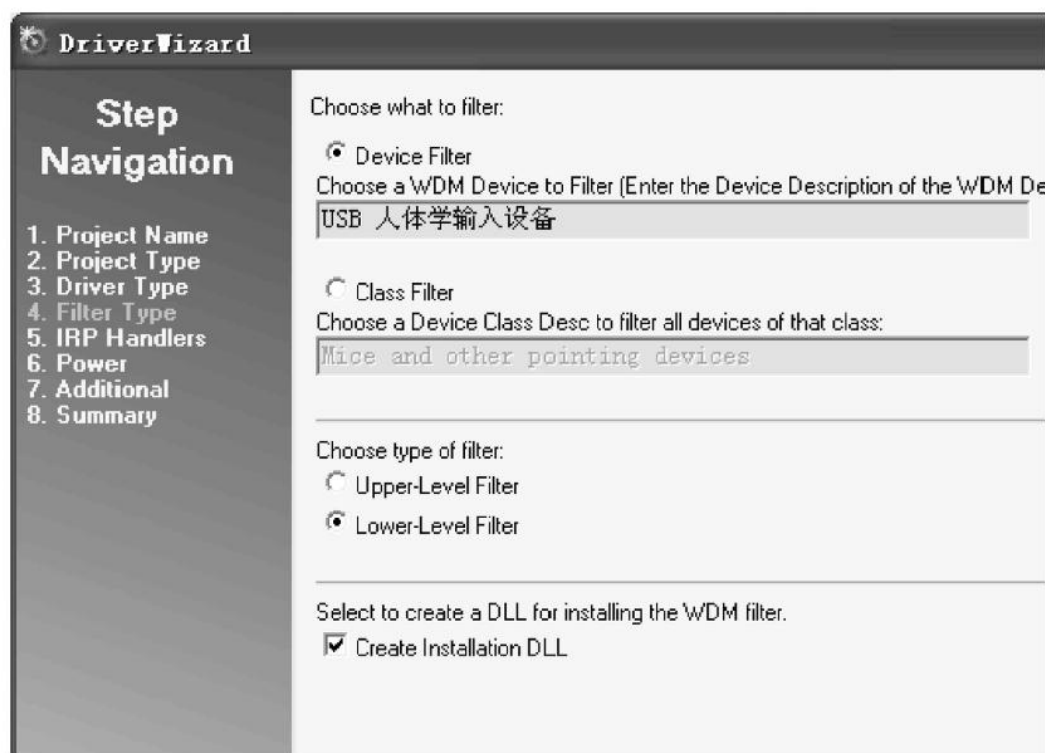

图 10.2.4 选择过滤器的类型
(4)选择过滤器的类型。如图 10.2.4 所示,在选择过滤器的对话框中,选择过滤的对象为